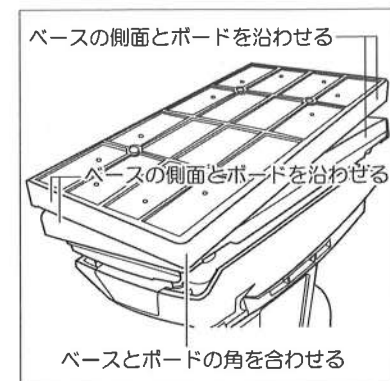

図4
① サンディングペーパー取り付け方法を参考にペーパーを本機に取り付けてください。
② 本機を裏返しにしてペーパーパンチボードの角をベースの角に合わせてください。(図4参照)